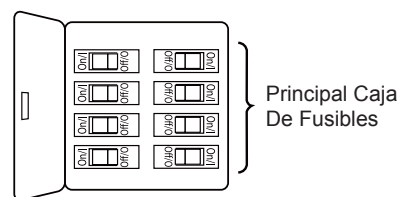

Figura 1
Uso de perfil bajo (Figura 1)
1. Extraiga la pieza de la bola colgante de la unidad de la bola colgante / varilla aflojando el tornillo de presión de la bola colgante hasta que la bola se libere de la varilla. Retire el pasador del barral y luego extraiga la semiesfera. Conserve el pasador y la semiesfera para su reinstalación en el Paso 6. (Figura 1)
Para evitar una posible descarga eléctrica, asegúrese de cortar la alimentación eléctrica de la caja de fusibles principal antes de colgar el ventilador. (Figura 1)
1. Para configurar el código de unidad del receptor. Deslice los interruptores de código a las mismas posiciones que en el transmisor. (Figura 1)
1. Instale la cubierta rotando la ranura clave en la cubierta sobre el tornillo de hombro del soporte del gancho, teniendo cuidado de no pillar los cables. Fije el tornillo de hombro. Instale adecuadamente y fije el segundo tornillo de hombro que fue anteriormente guardado. (Figura 1)
1. Coloque la pala sobre la sujeción de palas de la unidad del motor mostrando los postes roscados. Asegúrese que el borde inferior de la pala esté completamente colocada en la sujeción de palas. Coloque la placa de la pala sobre la pala con los orificios alineados e instale la pala en la sujeción de palas del motor usando tornillos de cabeza dentada 3/16"-24. (Figura 1)
1. Retire uno de los tres tornillos en la placa del adaptador en la parte inferior del ensamble del motor, guárdelos para después y afloje ligeramente los dos tornillos restantes. (Figura 1)